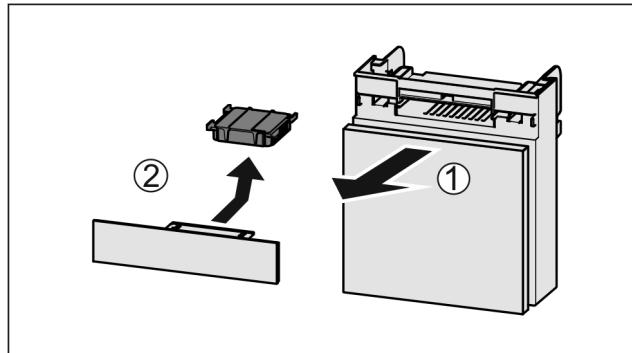

Fig. 134
- ▶ 向前拉出 Fig. 134 (1) 抽屉。
- ▶ 取出 Fig. 134 (2) 活性炭过滤器。